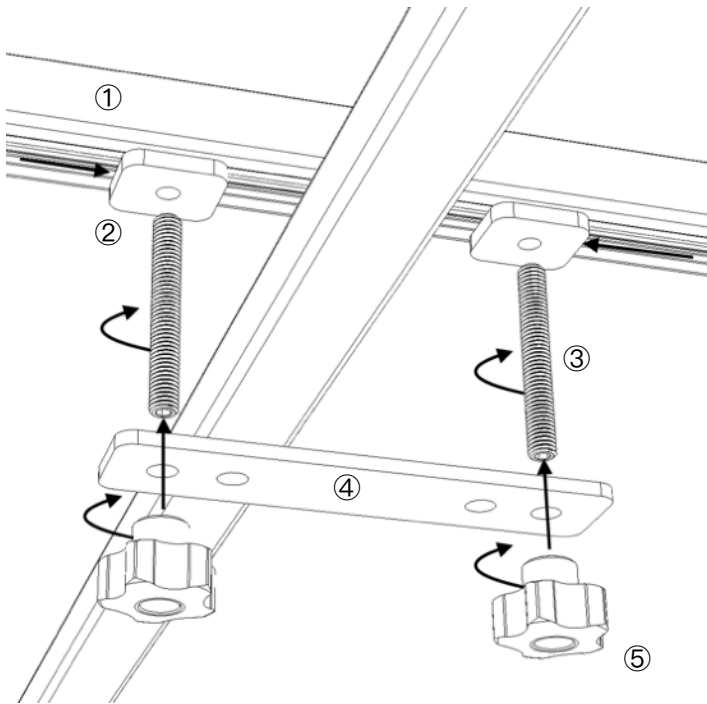

Abb. 7
2. Montage der Gewindeplatten: (S. Abb. 7 + 8)
- Führe die 8 Gewindeplatten in die Befestigungsschiene ① auf der Unterseite des Dachzeltes ein (4 rechts und 4 links des Dachträgers).
- Schraube die 8 Gewindestifte in die Gewindeplatten ② und achte darauf, dass diese freiverschiebbar sind und der Innensechskant nach unten zeigt.
- Stelle sicher, dass die Gewindestifte ③ **min. 4 volle Umdrehungen** in die Gewindeplatten eingedreht sind, um einen festen Halt zu gewährleisten.